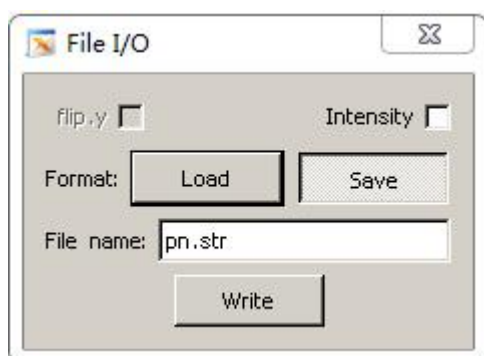
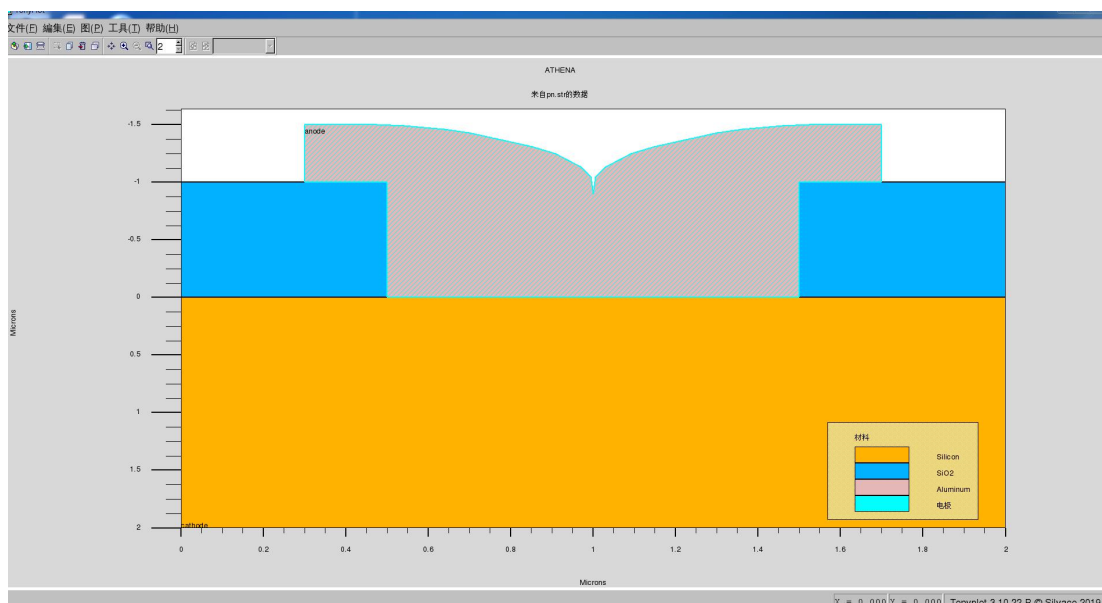

图 21
图 22
(1) 在 Commands 菜单中选择 File I/O, 单击 Save 按钮并建立一个新的文件名 pn.str, 如图 21, 单击 Write 按钮。(2) 继续运行输入文件并将 pn.str 结构文件绘制出来。选择“电极”图像以查看阴极阳极两个电极, 如图 22, 看两个电极分别在什么地方。